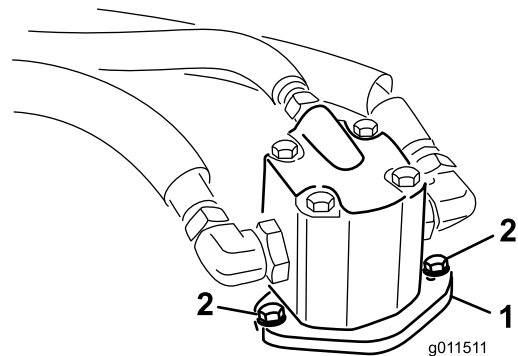

Bild 76
4. Entfernen Sie die Schrauben, mit denen der Hydraulikmotor am Mähwerk befestigt ist (Bild 76).